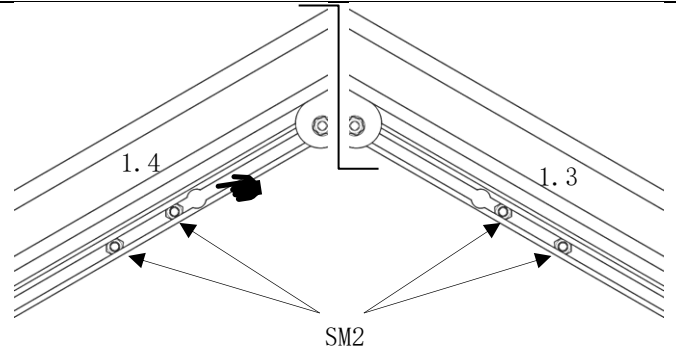

Abb. 38
- der Kopf der Sechskantschrauben wird (Pos. SM2) in die Montage-Bohrungen der Ortgangprofile (Pos. 1.3/1.4) eingeführt. (Abb.38)